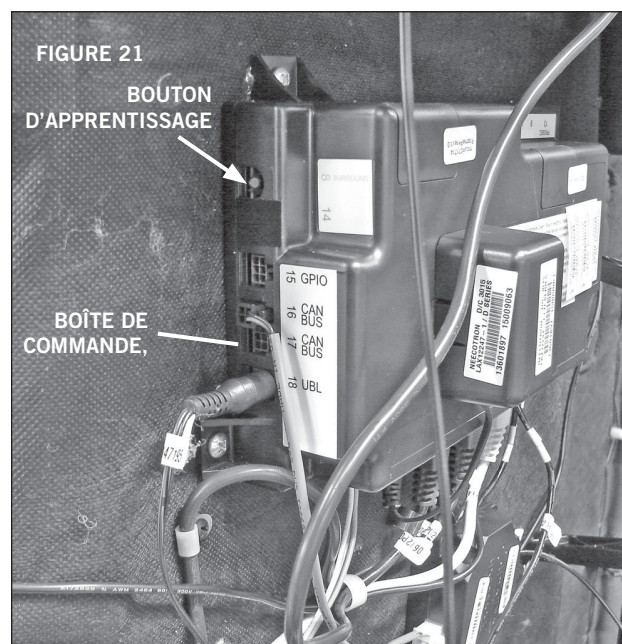

FIGURE 21
- h. S'il faut ajuster les brides des supports pour accommoder la tête de lit, retirer les boulons de 1 pouce des brides des supports de la tête de lit et déplacer les brides d'un côté à l'autre pour l'ajustement (**FIGURE 21**). Réinstaller et serrer les boulons.
Mettez la base sur son côté. **AVERTISSEMENT : AU MOINS DEUX PERSONNES SONT RECOMMANDÉES POUR LA MANIPULATION ET LE DÉPLACEMENT DE LA BASE AJUSTABLE.** Localisez la boîte de commande, fixée sur le côté inférieur de la base (FIGURE 21).
À l'aide d'un objet pointu, appuyez et tenez le bouton d'apprentissage pendant deux secondes (FIGURE 21). La lumière sous le lit clignotera une fois pour indiquer que la base est en mode d'appariement.